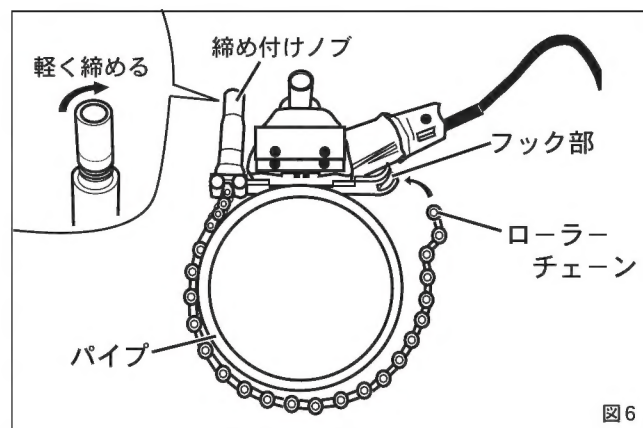

図6
### 溝切機の取付け（図6～8）
- ① 締め付けノブを反時計方向に止まるまで回してください。
- ② 溝切機のガイドブロックをガイドリングにはめ込み、（NSグルーバー取扱説明書P.10-図19参照）ローラーチェーンをパイプに抱き付かせてから、フック部にローラーを掛けてください。（図6）
- ③ 締め付けノブを回してローラーチェーンのたるみを取り、ローラーチェーンが外れないようにしてください。